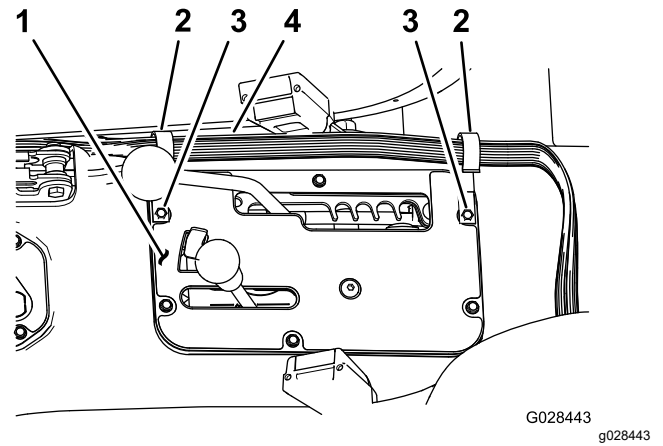
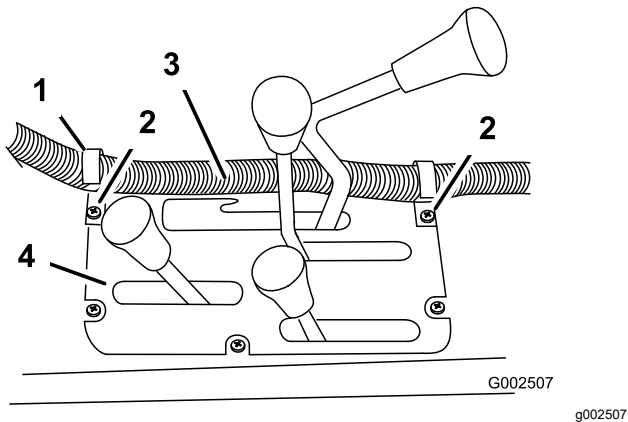

Figura 21
Figura 20
1. Instale 2 abrazaderas en J en la consola central en las posiciones indicadas en Figura 20 o Figura 21 usando los tornillos existentes.